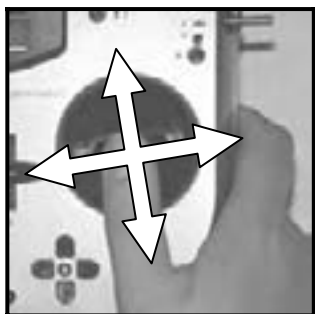

Fig. 9.4.7.1
- a. Libérez les 3 vis TORX correspondants à la mécanique de manche souhaité en vous aidant du tournevis TORX T6 (clipsé sur le couvercle de l'émetteur) (→ fig. 9.4.7.2.), jusqu'à pouvoir tourner la mécanique.